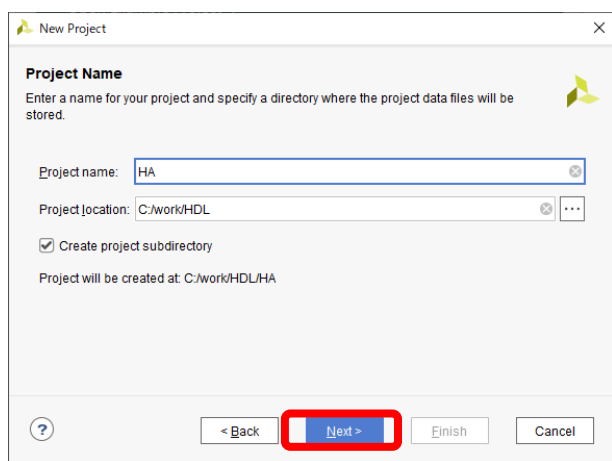

図 11.4 プロジェクトの作成および論理合成の手順 3
3) 「Project name」(半加算器ということでHA) および「Project location」を適宜設定する(図 11.4)。